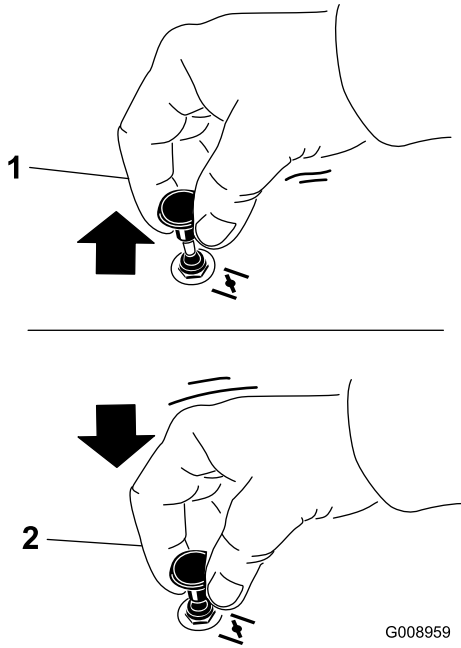

Figura 26
1. Tire hacia arriba del mando para engranar el estárter antes de usar el interruptor de encendido (Figura 26).
2. Presione hacia abajo el pomo del estárter para desactivar el estárter después de arrancar el motor (Figura 26).